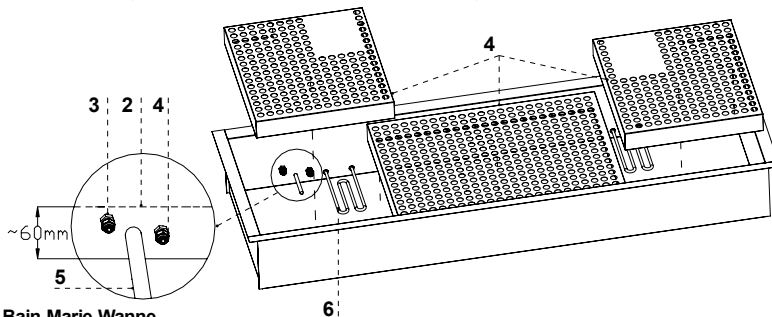

Abb.9 Bain-Marie-Wanne
- Die Bain-Marie-Wanne mit entsprechender Menge des Wassers befüllen Abb.9/2 (S.19)
- Die Heizelementschütze in der Bain-Marie-Wanne anbringen Abb.9/1 (S.19)